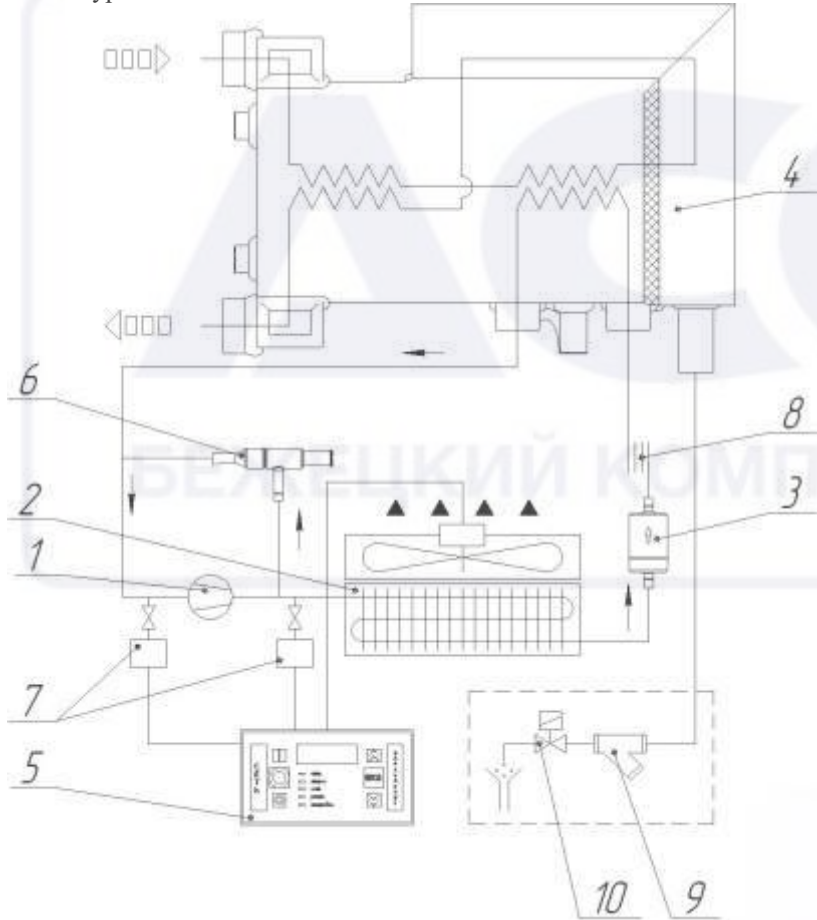

Рисунок 3 – Холодильный контур
4.1 Осушитель рис. 3 представляет собой конструкцию алюминиевого теплообменника, размещенного в блоке осушения 4. В первом контуре теплообменника из сжатого воздуха удаляется вода путем его охлаждения до температуры приблизительно $+3^{\circ}\text{C}$ и удаления образующегося при этом конденсата. С целью предотвращения образования конденсата на наружной поверхности трубопроводов системы циркуляции, обрабатываемый сжатый воздух перед выходом его из осушителя подвергается предварительному подогреву. Для этого он прогоняется через второй контур теплообменника.
4.1.1 Компрессор 1 (рис. 3) является активным элементом осушителя и обеспечивает циркуляцию хладагента по холодильному контуру за счет сжатия паров хладагента от давления кипения до давления конденсации.
4.1.3 Устройство слива конденсата предназначено для удаления конденсата образующегося при охлаждении сжатого воздуха в блоке осушки. Устройство состоит из электромагнитного клапана 10 (рис.3) и сантехнического фильтра 9 (рис 3). Сигнал на управление электромагнитным клапаном подается блоком автоматического управления 5.
4.1.4 Регулятор производительности 6 (рис. 3) перепускает часть горячего газа (из количества нагнетаемого газа компрессором) в трубку полости между испарителем и всасыванием компрессора, поддерживая постоянным значение температуры/давления кипения фреона около $+2\text{ }^{\circ}\text{C}$. Такое перепускание газа полностью исключает образование льда внутри испарителя в полости сжатого воздуха при любых нагрузках.
4.1.7 Фильтр-осушитель 3 (рис. 3) размещается перед капиллярной трубкой, задерживает все технические загрязнения и пары влаги, исключая их циркуляцию и вступление в химические реакции